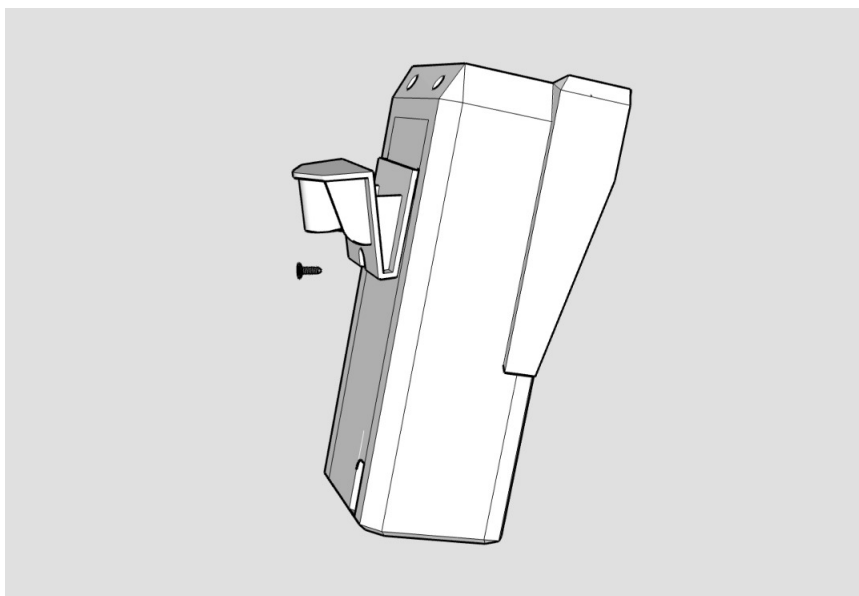

Figura 13: Fixação do suporte
- 3) Para anexar o suporte ao gabinete do sensor PIR DUPLO utilize um parafuso 2,5 × 6mm (5) conforme a Figura 13.